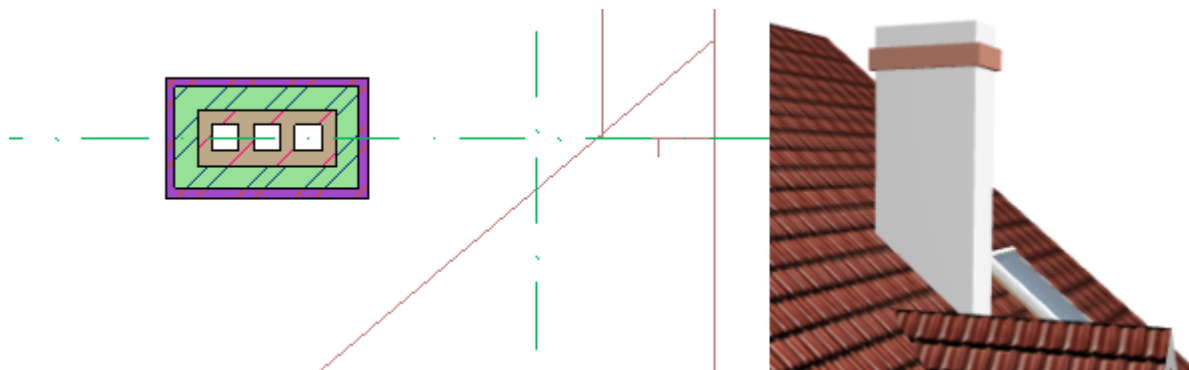

Рис. 8.38
**8060** мм относительно нуля проекта, показ только на собственном этаже *Символическим Сечением*, слой ТРУБЫ ВЕРХ. Замените в параметрах *ОТОБРАЖЕНИЕ НА ПЛАНЕ И В РАЗРЕЗЕ* цвет фона штриховки сечения, а также назначьте другое покрытие поверхностей (рис. 8.38).